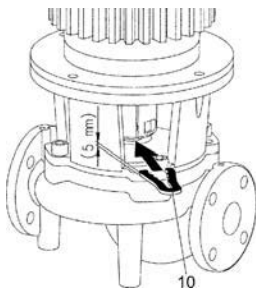

Fig. 18: Garfo de apoio à montagem para trabalhos de ajuste
Em todos os trabalhos de montagem (tipo de bomba no design A/B) é necessário utilizar o garfo de apoio à montagem (Fig. 18, pos. 10) para ajustar o impulsor na posição correta no corpo da bomba!